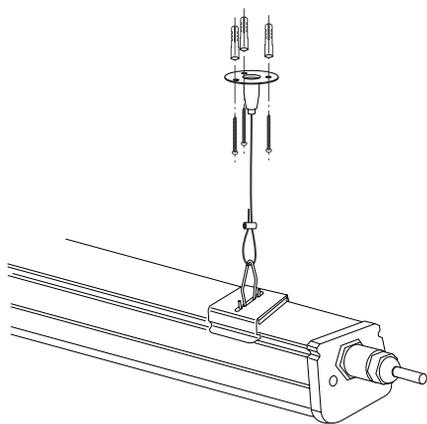

Рис. 2. Установка светильника подвесным способом
- 3.3. Для подвесного монтажа (рис. 2) закрепите на потолке цанговые зажимы для тросов [арт. 043656]. Закрепите на скобе зажим для троса. Установите скобу на светильник.